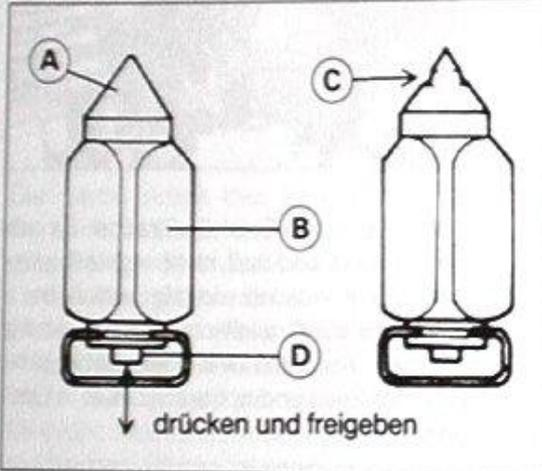

Bild 87
- ☑ Schwimmventil-Kegel darf keine Riefen oder Kerben haben (Bild 87). Stange muss sich federnd eindrücken lassen.